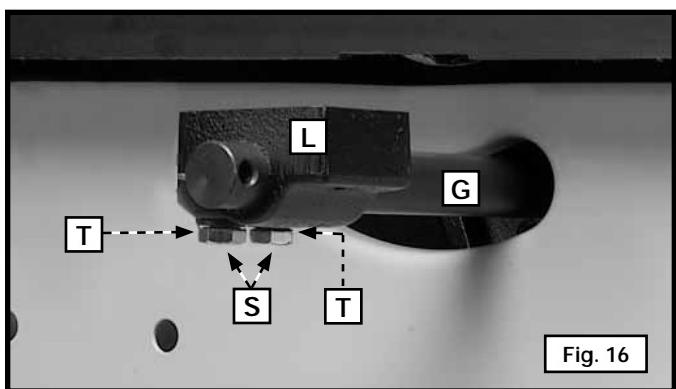

Fig. 16
8. Ajuste el soporte inferior (L) Fig. 16, a la varilla (G) sin excesiva firmeza con dos tornillos de cabeza hexagonal 5/16-18x25,4 mm (1") (S) y arandelas de bloqueo de 7,938 mm (5/16") (T) debajo del soporte (L).